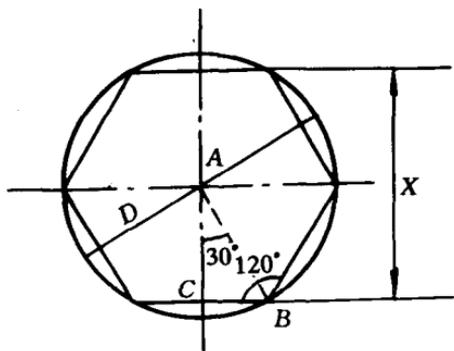

图 9
17. 六角螺母毛坯 (见图 9) 直径 $D=20$ mm, 问铣成六角形时, 最大的对边距离 x 是多少? (保留小数两位)